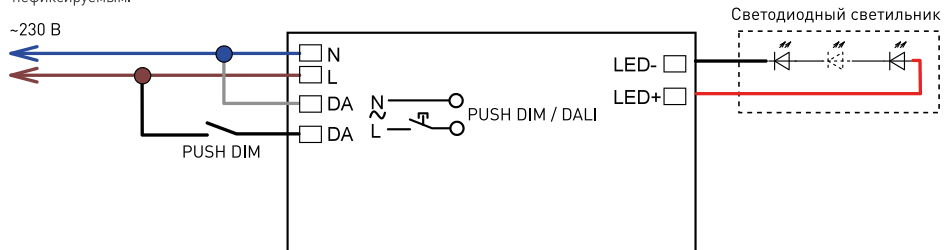

Рис. 2.
- 3.7. В случае использования функции PUSH DIM подключение проводите согласно рис. 2. Выключатель PUSH DIM должен быть нефиксируемым.